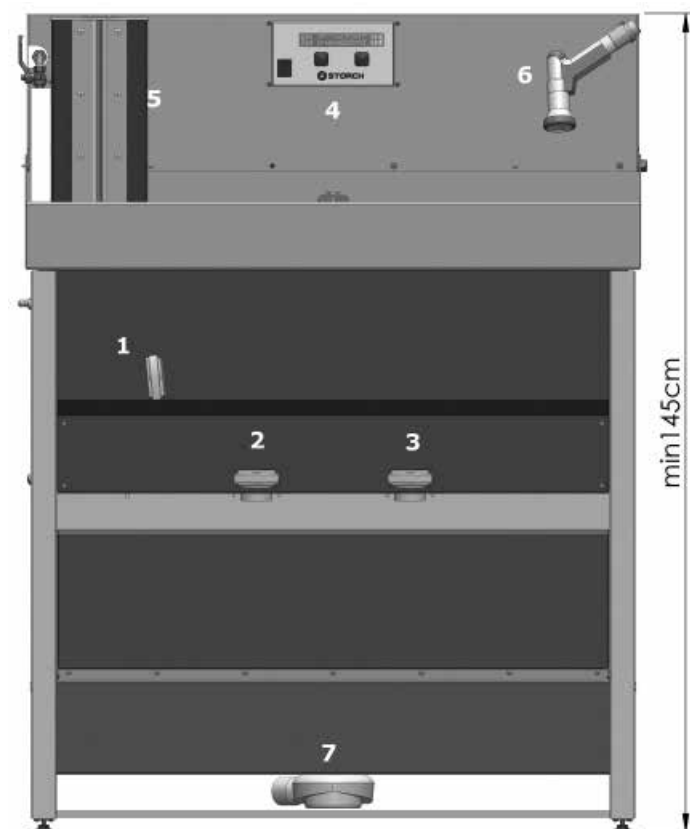

Abb. 1
Nach der Gerätepositionierung wird der mitgelieferte Abfluss (7) Abb. 1, 2 an die bauseitig vorhandene Abflussleitung angeschlossen. Höhe des bauseitigen Abflusses max. 100 mm
- Reinigen der Werkzeuge / Gebinde mit der mitgelieferten Handbrause (6) Abb. 1
- Reinigen der Walzen im TurboWash (Lieferumfang im ColorFree top Set) (5) Abb. 1, 2, 5, 6
- Schalten Sie die Anlage am Ein/Aus-Schalter der Steuerung ein (4) Abb. 1
Dieses kann bei niedrigem Wasserstand im Reaktionsbecken vorkommen. Dabei wird während des Flockverfahrens Luft untergemischt, die für den Auftrieb der Flocken sorgen. In dieser Situation öffnen Sie nach dem Ausflocken nicht den Klarwasserabzug (1) Abb.1, sondern bestätigen lediglich den Vorgang „Wasser abgelassen“ und öffnen direkt den Ablauf (2) Abb.1 oder (3) Abb.1, je nachdem welcher von der Steuerung angezeigt wird.